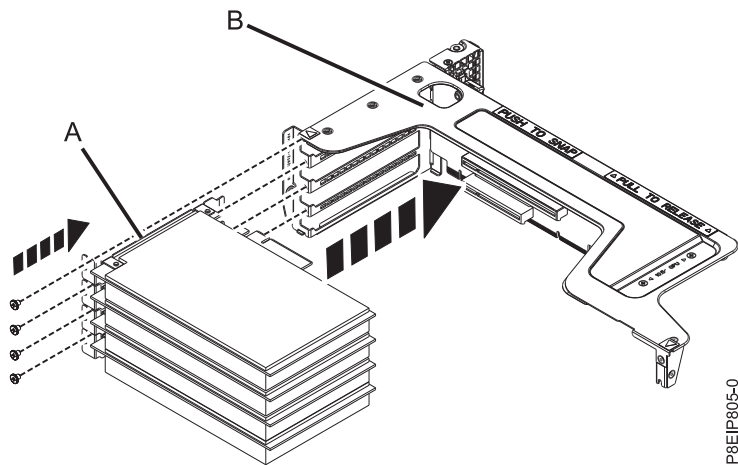

Figure 56. Insertion d'une carte PCIe dans le connecteur de bus
- b. Connectez la carte (A) dans l'emplacement correct du connecteur de bus de la carte PCIe (B) comme indiqué dans la figure 56, à la page 48.